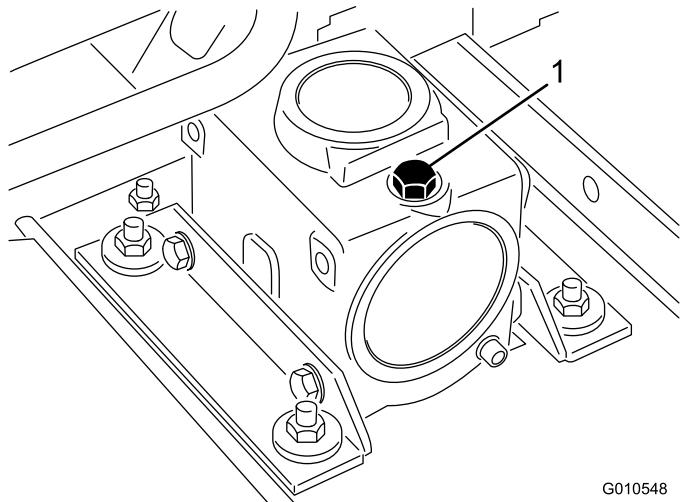

Figura 20
2. Coloque la máquina y la unidad de corte en una superficie nivelada y baje la unidad de corte. Retire la varilla/ tapón de llenado de la parte superior de la caja de engranajes (Figura 20) y asegúrese de que el lubricante está entre las marcas de la varilla. Si el nivel de lubricante es bajo, añada suficiente lubricante SAE 80-90 para que el nivel quede entre las marcas.